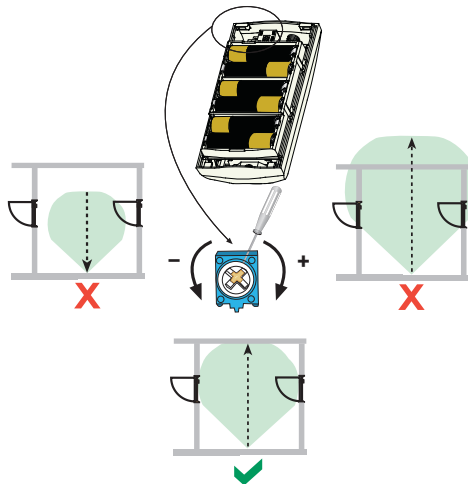

Bild 5.4 Mikrowellenbereichseinstellung des Dual-Bewegungsmelders
1. Drehen Sie den Poti (siehe *Bild 5.4*), um den Überwachungsbereich zu vergrößern oder zu verkleinern.